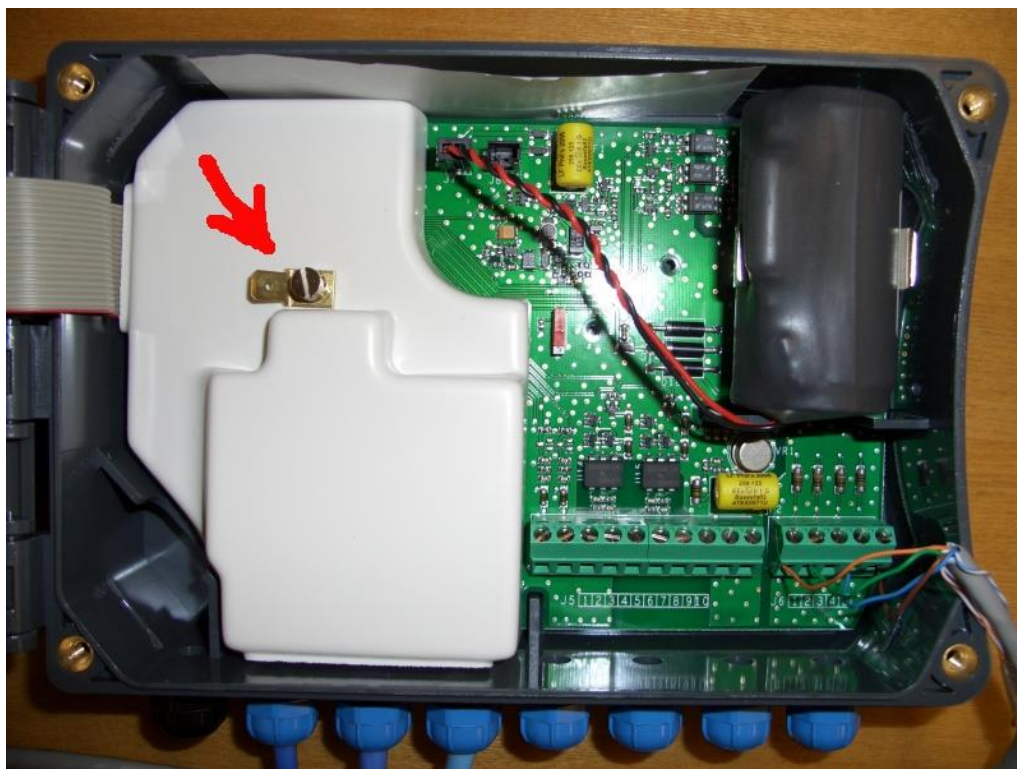

Рис. 2-4. Демонтаж защитной пластины
1. Выверните винт и снимите защитную пластину блока метрологических компонентов платы ввода-вывода (Рис. 2-4).